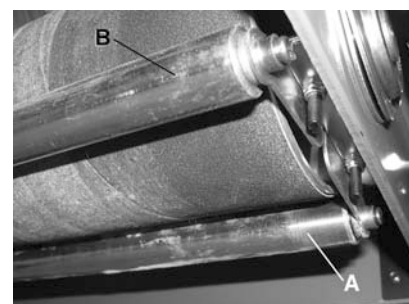

Figure 10
La tension à ressort du rouleau à pression d'entrée (A) Fig.10 et le rouleau à pression de sortie (B) s'ajustent pour réduire tout pincement de la pièce. Suivre les instructions suivantes pour régler la tension à ressort des rouleaux à pression.